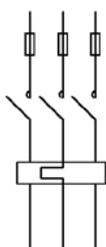

图 17.10.14 绘制直线 (三)
(5) 用 **绘图(D)** → **直线(L)** 命令绘制图 17.10.14 所示的多条直线。